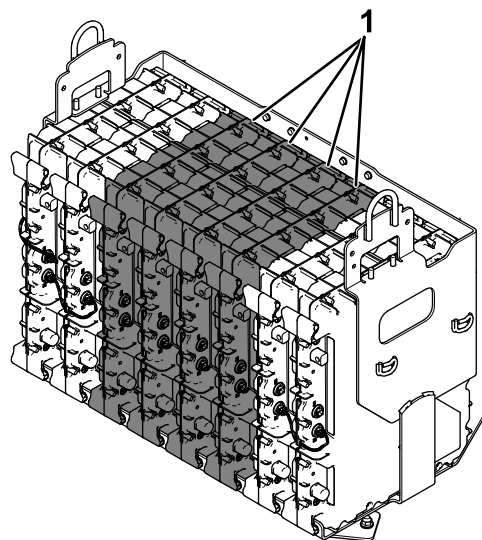

Figur 4
- Figur 4 visar 2 monterade batterier (totalt 13):